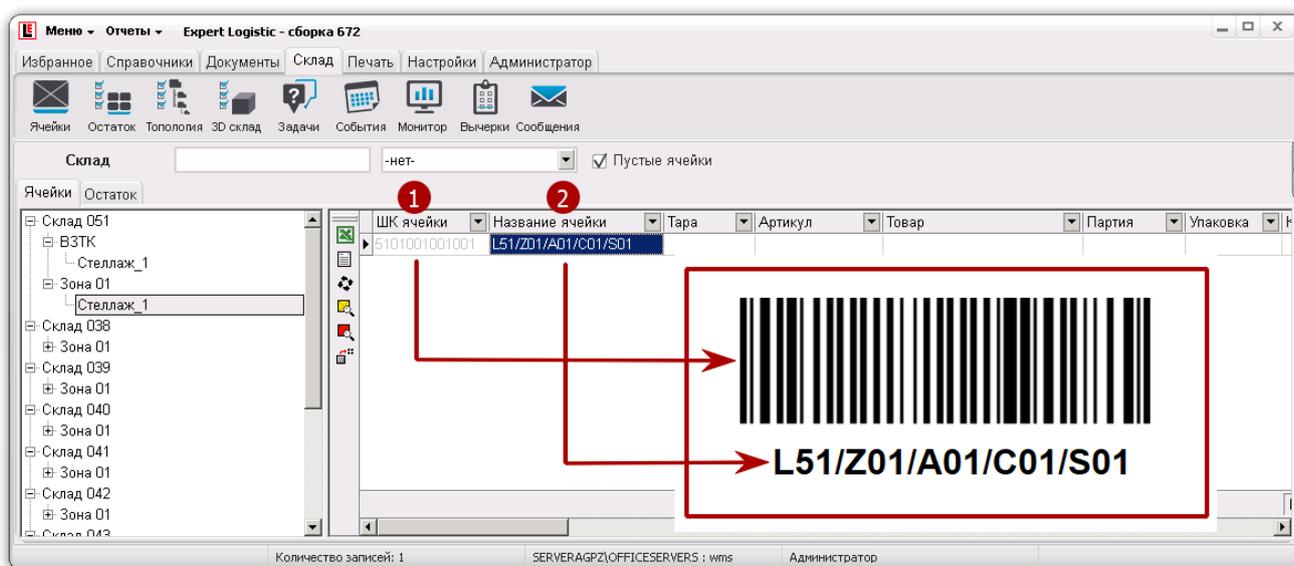

Рисунок 20.1.
- **ШК ячейки** (рис. 20.1 маркер 1) – код ячейки, состоящий из 13 символов, полученный значений сцепкой значений: «Префикс склада (2 символа)» + «Префикс Зоны (2 символа)» + «Номер ряда (3 цифры)» + «Номер ячейки (3 цифры)» + «Номер яруса (3 цифры)».
- **Название ячейки** (рис. 20.1 маркер 2) – предназначено для визуальной идентификации ячейки сотрудником с ТСД при распечатывании этикетки ячейки (рис. 20.1);